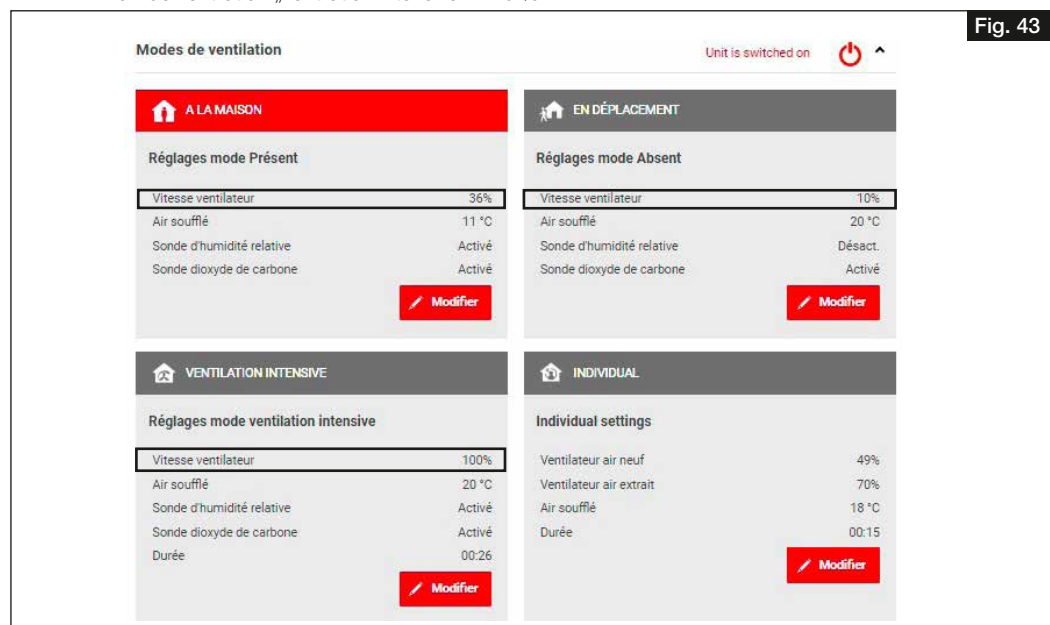

Fig. 43
2. À l'intersection des débits volumiques avec la courbe caractéristique du système, les performances du ventilateur à régler (en %) du profil de ventilation peuvent être lues approximativement. Il convient de les saisir dans le profil de ventilation correspondant à l'aide du logiciel easyControls ou de la commande KWL-BE Touch (voir Fig. 42 et Fig. 43).